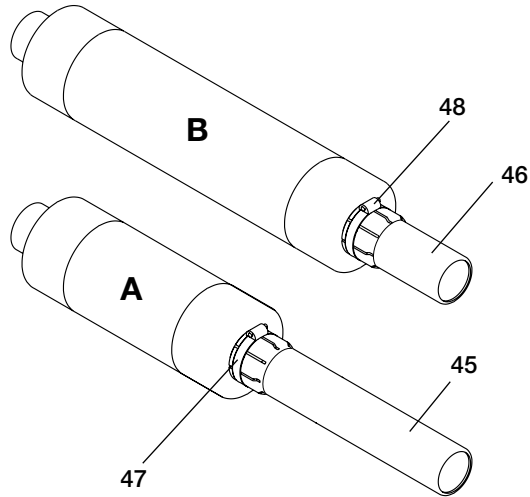

Fig. 5a
- three fuse-holders (23) complete with connections for fuses (24)
- release device for fuse intervention (25)
- three adapters for fuses (fig. 5a and fig. 6a)
- norma DIN 43625 con lunghezza massima della cartuccia $e = 442$ mm (fig. 5a)
- un contaimpulsori che indica il numero di manovre eseguite dal contattore (14)
- dispositivo di ritenuta meccanica completo di dispositivo di apertura manuale di emergenza (22) e dispositivo meccanico di apertura ad intervenuto fusibile (26).
- *DIN 43625 standards with maximum cartridge length = 442 mm (fig. 5a)*
a) Montaggio degli adattatori (fig. 5a)
a) Assembling the adapters (fig. 5a)